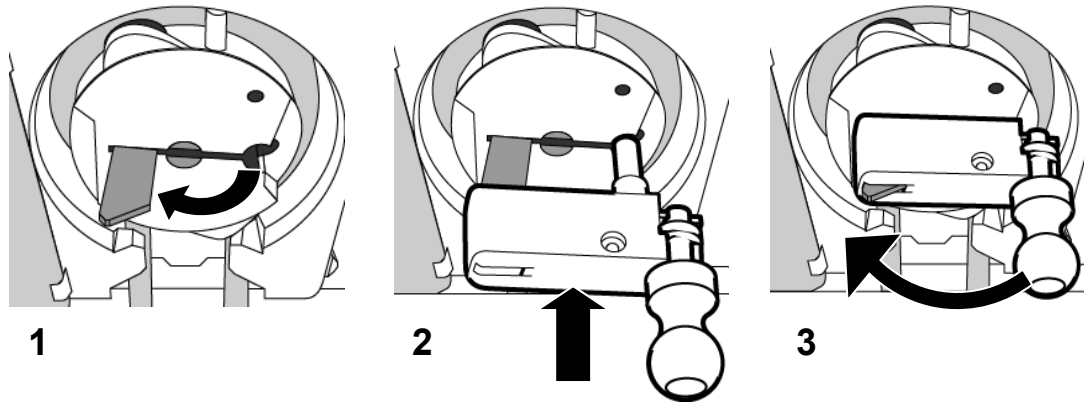

Figura 81 – Inserción de la manivela de la bomba de sangre
6. Abra la puerta de la bomba y gire el seguro del rotor hacia afuera (vea Figura 81 #1).
7. Alinee la ranura y el eje en la manivela con el seguro del rotor y el orificio como muestra la Figura 81 #2.
8. Deslice hacia adentro la manivela hasta el tope. El seguro de la manivela sobresaldrá ligeramente desde la manivela (vea Figura 81 #3).
2. Abra la puerta de la bomba y gire el seguro del rotor hacia afuera (vea Figura 81 #1).
3. Alinee la ranura y el eje en la manivela con el seguro del rotor y el orificio como muestra la Figura 81 #2.
4. Deslice hacia adentro la manivela hasta el tope. El seguro de la manivela sobresaldrá ligeramente desde la manivela (vea Figura 81 #3).